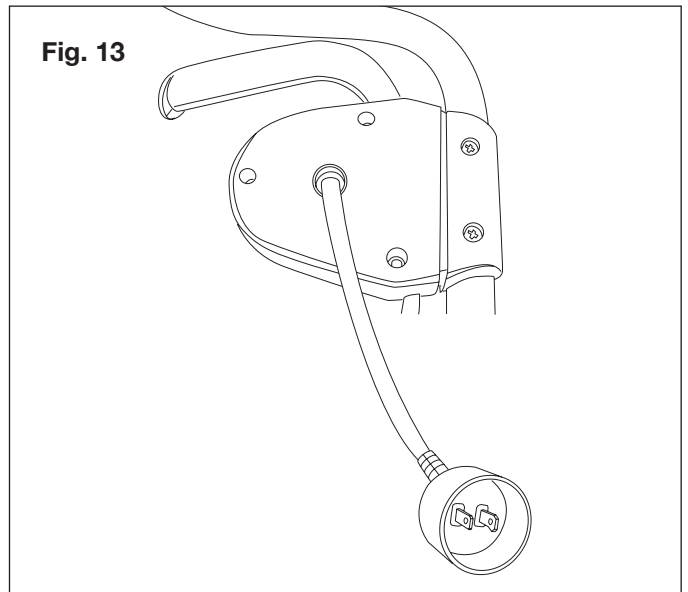

Fig. 13
4. Notez que la souffleuse à neige est munie d'une prise mâle polarisée, une lame de la prise étant légèrement plus longue et plus large que l'autre (Fig. 13). L'extrémité femelle de la rallonge électrique doit être également polarisée pour que la rallonge électrique rentre parfaitement dans la prise de la machine.